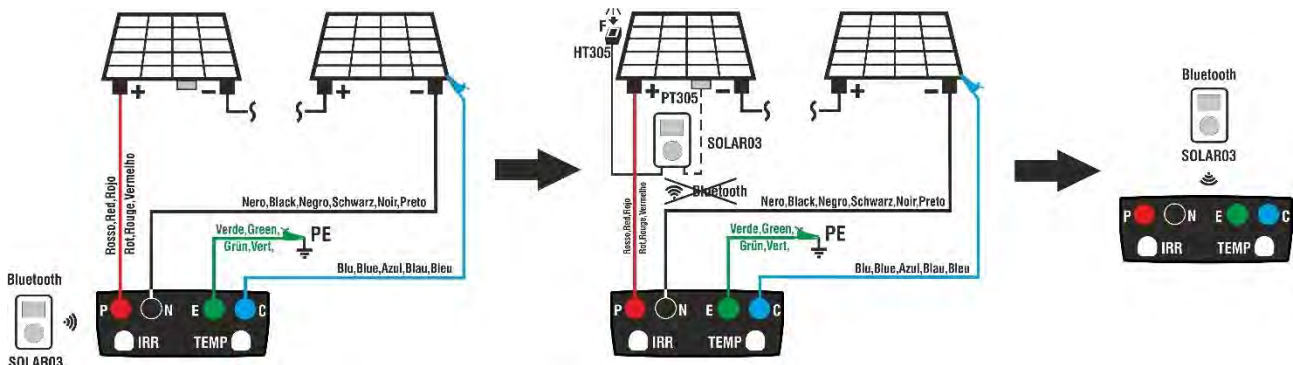
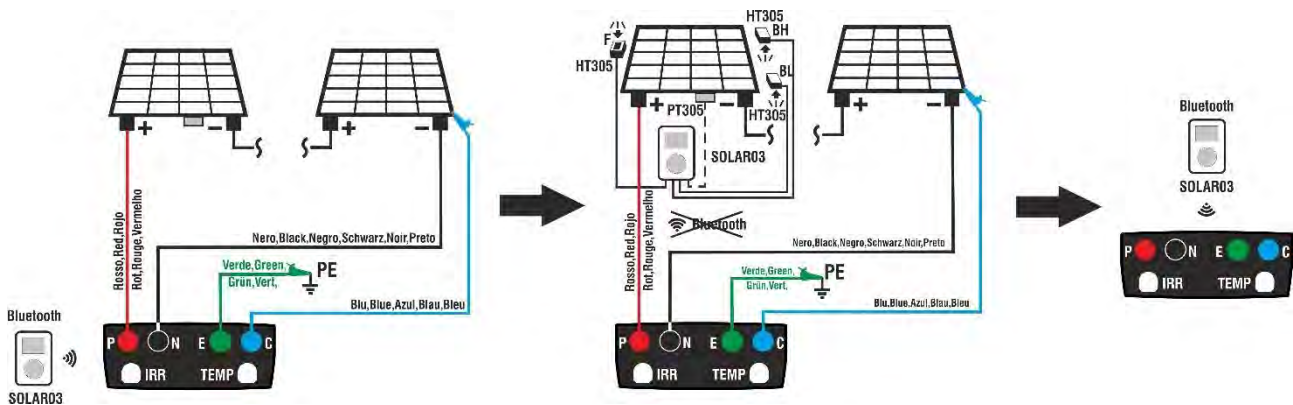

Abb. 14: Verbindung mit Fernstation in synchroner Aufzeichnung (Monofazialen Modulen)
Abb. 15: Verbindung mit Fernstation in synchroner Aufzeichnung (Bifazialen Modulen)
2. Verbinden Sie das Instrument mit dem zu messenden PV-Modul/String und eventuell mit dem Haupt-Erdungsknoten des Systems und mit geerdeten Metall-Massen, wie in der Abb. 14 (Monofazialen Modulen) oder Abb. 15 (Bifazialen Modulen) gezeigt. Insbesondere:
- **Bei Bifazialen Modulen** → stellen Sie die **3 Bezugszellen HT305** auf die Frontfläche des Moduls (**F**), auf die obere Rückseite (**BH=BackHigh**) und auf die untere Rückseite (**BL=BackLow**) des Moduls. Verbinden sie die vordere Bezugszelle (F) am Eingang „**INP1**“, die Bezugszelle BH am Eingang „**INP2**“, die Bezugszelle BL am Eingang „**INP3**“ und **eventuell** die Temperaturprobe **PT305** am Eingang „**INP4**“ der Fernstation. Gemäß IEC/EN60904-1-2 berechnet das Instrument den Wert der äquivalenten frontalen Einstrahlungsstärke (**Irreq**), der der Einstrahlungsstärke nur auf der Frontseite entspricht, die die gleichen Auswirkungen hat wie die auf beiden Seiten gemessene Einstrahlungsstärke, wobei der **Bifazialitäts-Koeffizient** ( $\varphi$ ) des Moduls gemäß der folgenden Beziehung berücksichtigt wird:
4. Bringen Sie die SOLAR03-Fernstation näher an das Instrument heran, wie in Abb. 14 oder Abb. 15 – linke Seite dargestellt
7. Bringen Sie die Fernstation in der Nähe der Module und verbinden Sie die Einstrahlungs- und Temperaturproben, wie in der Abb. 14 oder Abb. 15 - Mittelteil gezeigt. Insbesondere **Da die Aufzeichnung auf der Fernstation SOLAR03 bereits gestartet wurde, ist es nicht mehr unbedingt erforderlich, die Bluetooth-Verbindung aufrecht zu erhalten**. Wenn Sie die Verbindung aufrechterhalten, können Sie nur das Testergebnis sofort erhalten, ohne aufs Ende der Messkampagne warten zu müssen